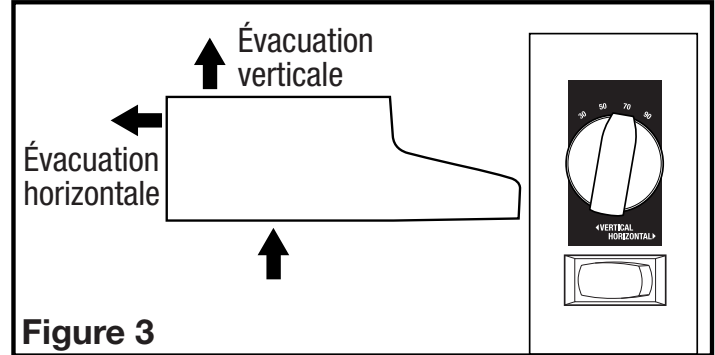

Figure 3
- Pour sélectionner entre les flux d'air vertical ou horizontal, déplacez l'interrupteur à bascule situé à l'intérieur du compartiment de fil à la direction appropriée (**Figure 3**).